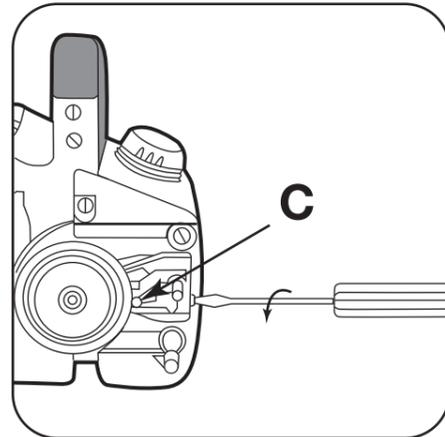

Figura 2
2. Gire el tornillo de ajuste de tensión de la cadena EN SENTIDO ANTIHORARIO hasta que la lengüeta (C) de ajuste de la tensión de la cadena esté lo más atrás posible (Figura 2).